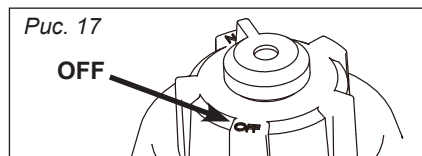

Рис. 17
3. Перекройте клапан крышки топливного бака — положение «OFF» (рис. 17).